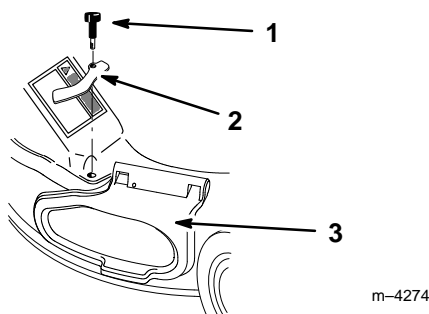

Figure 5
11. Fixer le coin avant droit du conduit d'éjection et le couvercle latéral à l'aide de la bride de blocage déposée précédemment et du bouton à longue tige fourni avec le sac de ramassage (Fig. 5).